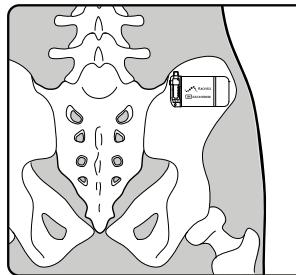

Figura 3. Posizione del neurostimolatore Axonics dopo l'impianto
- Il neurostimolatore va impiantato orizzontalmente (**Figura 3**), con il lato in ceramica più lontano dalla linea mediana del paziente per facilitare la ricarica e la programmazione.
1. Posizionare il neurostimolatore nella tasca sottocutanea. Verificare che il lato di ceramica sia posizionato lontano dalla linea mediana del paziente per assicurare una buona comunicazione con il telecomando e facilitare la ricarica (**Figura 3**). L'incisione può essere rivolta indifferentemente verso o in direzione opposta al tessuto muscolare. Assicurarsi che allontanandosi dal neurostimolatore l'elettrocatedere formi una leggera curva senza pieghe ad angolo.